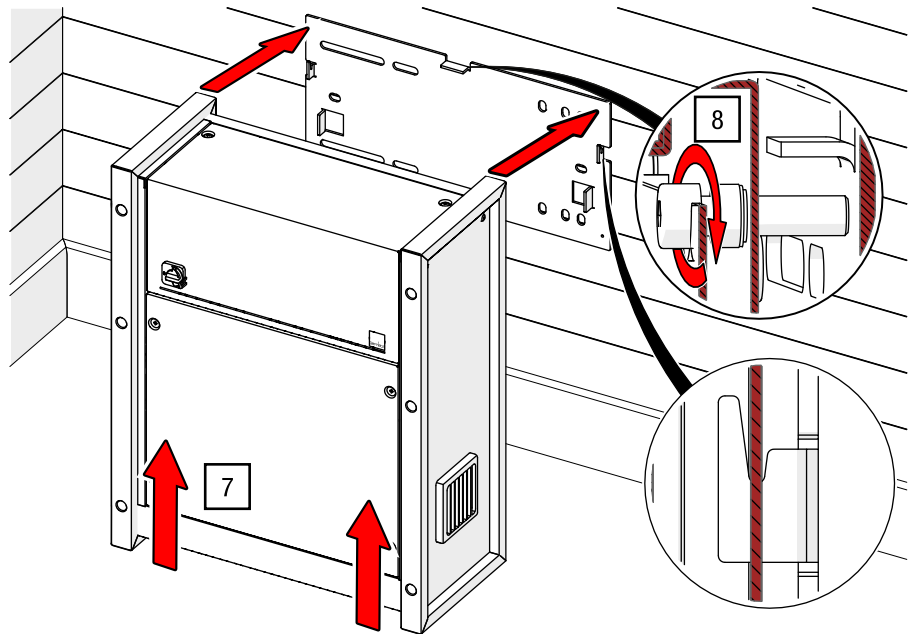

Abb. 19: Steuerung an Wandmontageplatte fixieren (Steuerungsmodell kann abweichen)
7. Richten Sie die Steuerung auf und hängen diese mit den vorgesehenen Schlitten auf der Rückseite in die zwei Haken der in die bereits an die Wand vormontierte Wandmontageplatte ein (siehe Abb. 19).
8. Heben Sie das Bedienfeld ab und sichern Sie die Steuerung an der Wandmontageplatte mit der beiliegenden M8×30 Innensechskantschraube (siehe Abb. 19).